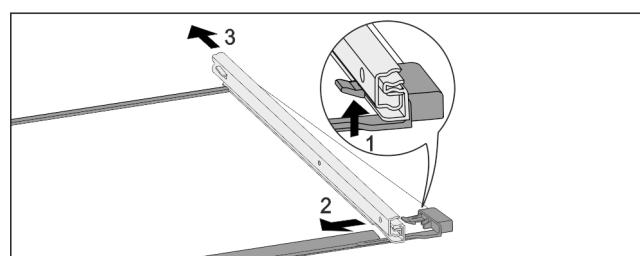

Fig. 157 Steklena plošča z vodili
- Sprednji zaskočni kaveljček potisnite navzgor. Fig. 157 (1)
- Izvlečno vodilo potisnite Fig. 157 (2) na stran Fig. 157 (3) in nazaj.